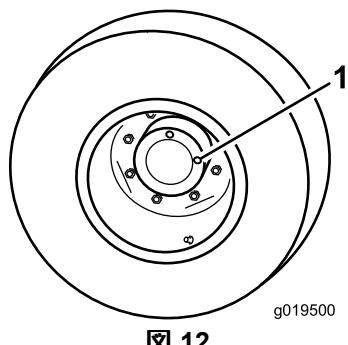

図 12
1. 水平な床面で、点検プラグ図 12 の1つが時計の12時を指し、もうひとつが3時を指すようにマシンを駐車する。
2. 3時の位置にあるプラグを外す図 12。オイルが点検穴の下ふちまであれば適正である。